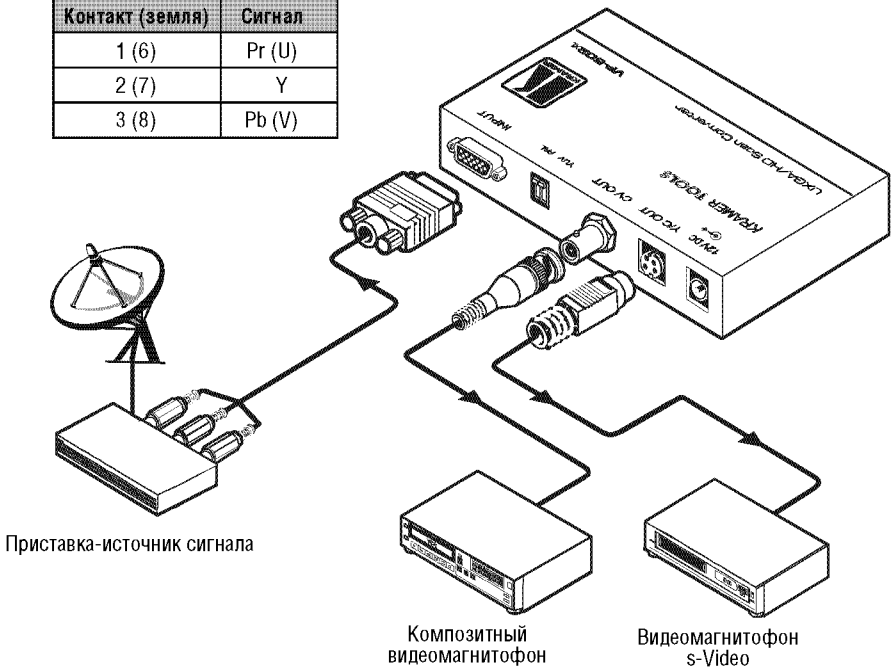

Рис. 4. Подключение VP-502xl к источнику HD
Пример подключения источников и приемника сигнала к **VP-502xl** показан на рис. 4. Для подключения выполните следующее¹:
1. Подключить источник компонентного сигнала высокого разрешения (YUV, Y/Pb/Pr — вроде телевизионной приставки)² к разъему HD15F INPUT — например, кабелем Kramer C-GM/3RVF либо изготовленным самостоятельно кабелем-переходником (схема распайки см. на рис. 4).
² Для подключения источника сигнала высокого разрешения используется кабель Kramer C-GM/3RVF или аналогичный. Если у Вас имеется кабель VGA на 5BNC, используйте только линии RGB. Для разводки один-к-одному используйте данные из таблицы на рис. 4.